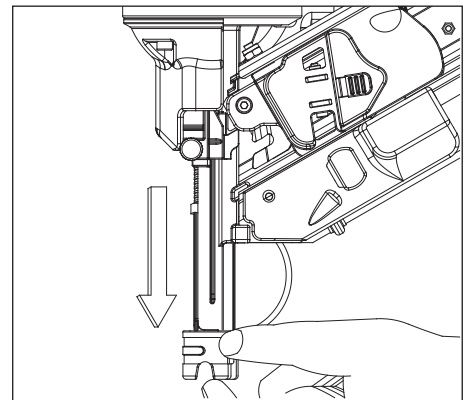

Figure 11 - Adjuster le pénétration
3. Déplacer la PC d'avant en arrière dans la mesure voulue. Déplacer la PC vers l'outil pour augmenter la profondeur du clou. Déplacer la PC en l'éloignant de l'outil pour réduire la profondeur du clou. Voir la figure 11.